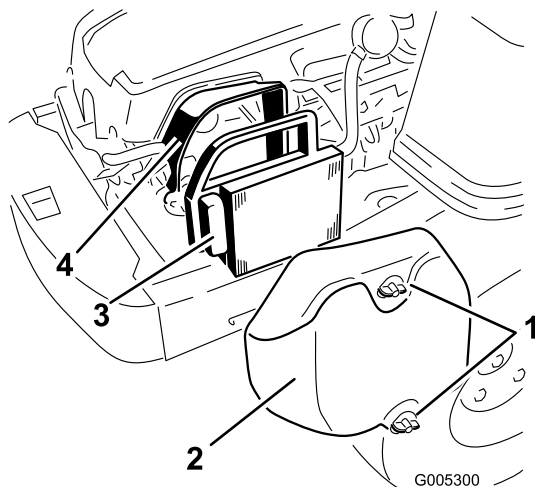

Figure 22
1. Déposez le couvercle du filtre à air (Figure 22).
2. Sortez l'élément du filtre à air avec le joint en caoutchouc intégré (Figure 22).
5. Installez l'élément en papier, côté plissé à l'extérieur, et engagez le joint en caoutchouc sur les bords de la base du filtre à air (Figure 22).
6. Reposez et fixez solidement le couvercle du filtre à air à l'aide des deux boutons (Figure 22).